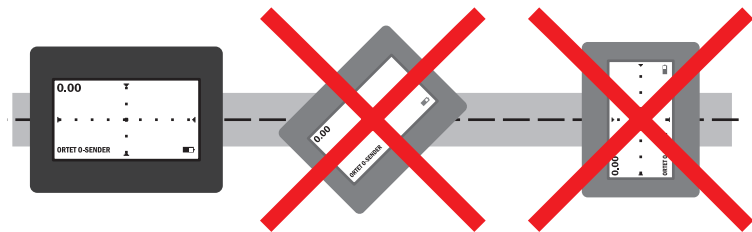

Abb. 48: Ortungsmethode **MAX CAMERA** – Korrekt über der Leitung ausgerichteter Empfänger (links)
4. Für die Bestimmung der Tiefe muss der Empfänger korrekt ausgerichtet sein (Abb. 48). Drehen Sie den Empfänger so, dass das Display parallel zur Leitung mit dem Ortungssender ausgerichtet ist.